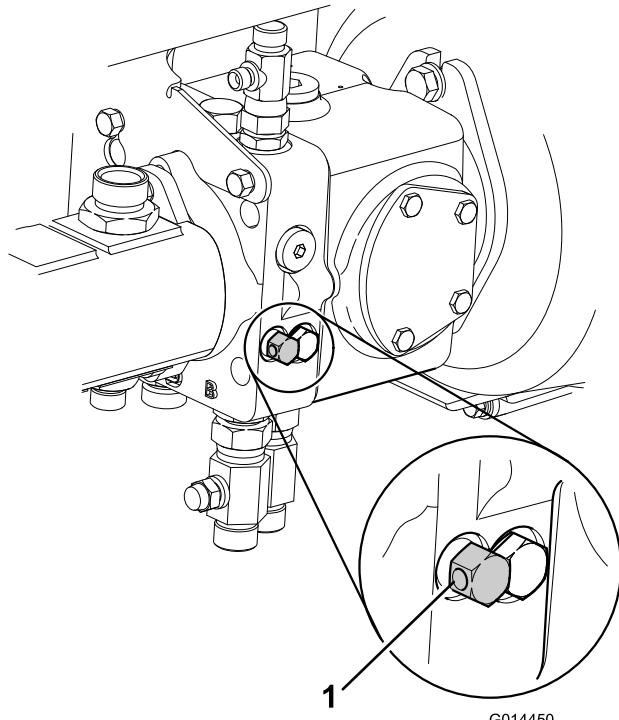

Figure 47
7. Libérez le système de freinage hydraulique en tournant la vanne de dérivation, située sous la pompe de transmission, dans le sens antihoraire, de 3 tours au maximum (Figure 47).